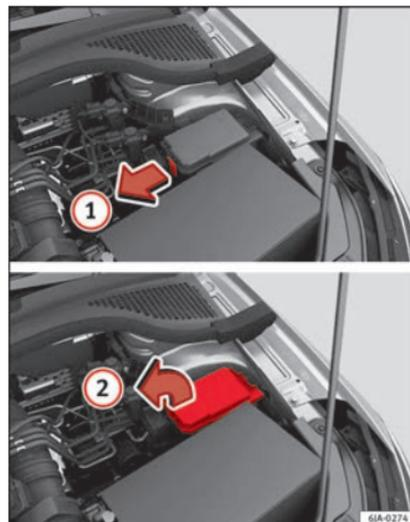
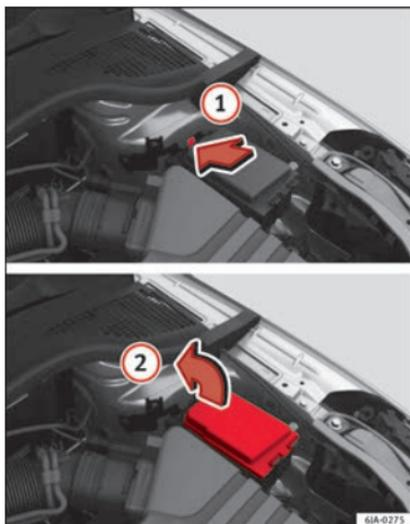

Fig. 87 Nel vano motore: coperchio della scatola dei fusibili - Versione 1
Fig. 88 Nel vano motore: coperchio della scatola dei fusibili - Versione 2
- Premere la linguetta di bloccaggio del coperchio nel senso della freccia **1** » **fig. 87** o » **fig. 88.**